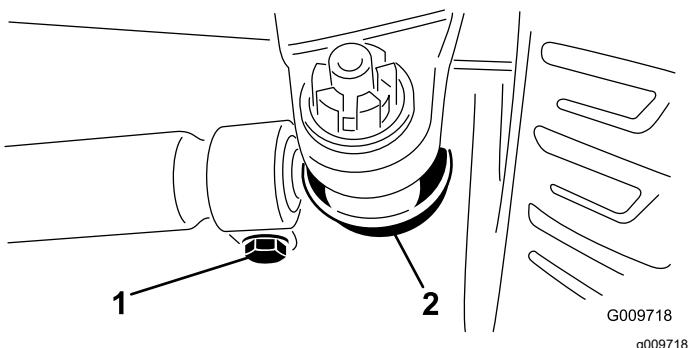

Figura 73
- Para ajustar la convergencia, retire la chaveta y la tuerca de cualquiera de las rótulas de la biela (Figura 73).
- Afloje las abrazaderas en ambos extremos de las bielas (Figura 73).
- Gire la rótula retirada una (1) vuelta completa hacia dentro o hacia fuera.